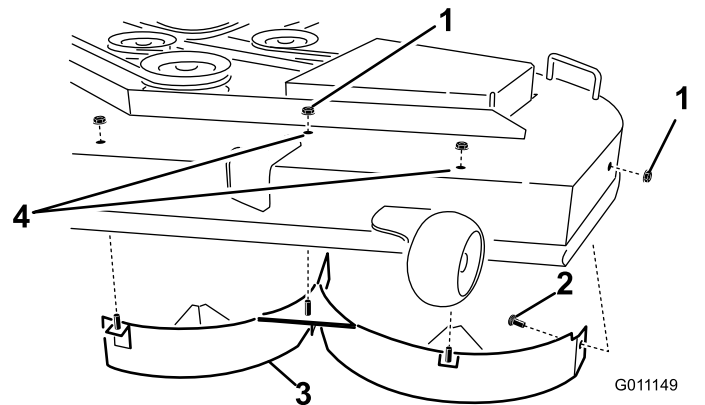

Bild 33
Stellungen befestigt sind (Bild 33). Entfernen Sie die Schlossschraube und die Sicherungsmutter an der Seitenwand des Mähwerks, die das linke Ablenklech am Mähwerk befestigen.
7. Entfernen Sie das linke Ablenklech vom Mähwerk, wie in Bild 33 dargestellt.
8. Finden Sie die zwei Schrauben an den losen Teilen und verwenden Sie die vorhandenen Sicherungsmuttern. Setzen Sie die Befestigungen in die Löcher oben am Mähwerk ein, wie in Bild 33 dargestellt, um das Herausschleudern von Grünabfällen zu vermeiden. Setzen Sie die Schrauben durch die Unterseite des Mähwerks ein und verwenden Sie eine vorhandene Sicherungsmutter, um von oben zu sichern.